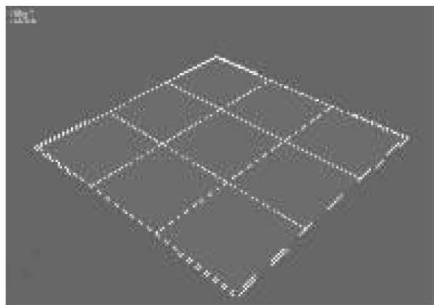

图 7-72 创建平面
(2)啤酒瓶盖是由多个相同的基本单元组成,所以先制作基本单元的模型。在顶视图创建一个平面,设置其“长度”为100、“宽度”为100、“长度分段”为3、“高度分段”为3,效果如图7-72所示。